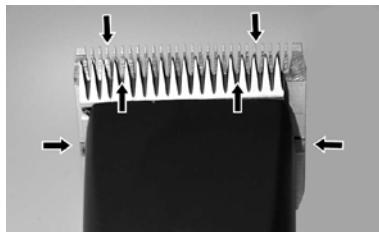

Abb. 22
Für ein gutes Scherergebnis und zur Erhöhung der Lebensdauer der Schermaschine und des Scherkopfes ist eine dünne Ölschicht zwischen dem Ober- und Untermesser unumgänglich (Abb. 22).
- Schermesser während der Schur ausreichend ölen (mindestens alle 15 Minuten), damit sie nicht trocken laufen (Abb. 22).
Die Messer müssen vor, während und nach jedem Gebrauch geölt werden. Wenn die Messer der Schermaschine Streifen hinterlassen oder sich verlangsamen, ist dies ein sicheres Zeichen, dass Sie Öl benötigen. Einige Tropfen Öl vorne und seitlich auf die Schermesser auftragen (siehe Pfeile Abb. 22). Überschüssiges Öl mit einem weichen, trockenen Tuch abwischen. Schmiersprays enthalten nicht genug Öl für eine gute Schmierung, eignen sich jedoch zur Kühlung der Schermesser. Beschädigte oder geriebene Messer sofort auswechseln um Verletzungen zu verhindern.